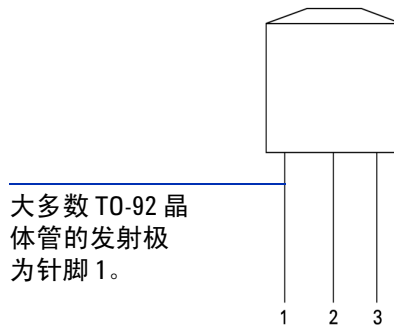

图 5-7 TO-92 晶体管
- 3 在本例中，我们将使用 TO-92 封装的 BJT，如图 5-7 中所示。